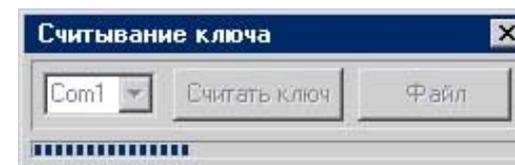

Рисунок 3
3.5 Нажать кнопку СЧИТАТЬ КЛЮЧ и наблюдать процесс переноса информации в УСИ-1, сопровождаемый миганием светодиода СВЯЗЬ и отображаемый в нижней части окна программы (рисунок 3).